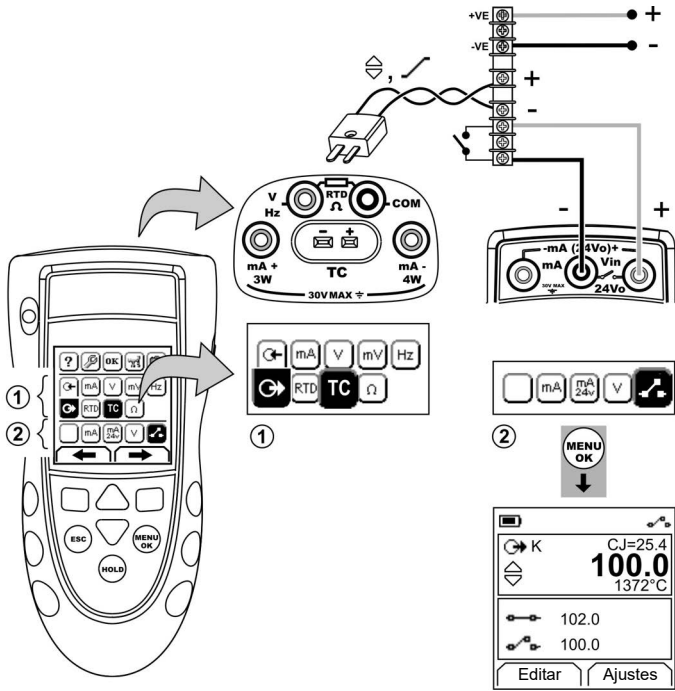

Figura 12: Exemplo de configuração: teste de chave
1. Conecte o instrumento (Figura 12) e, se necessário, ajuste a *Configuração* (Tabela 1).